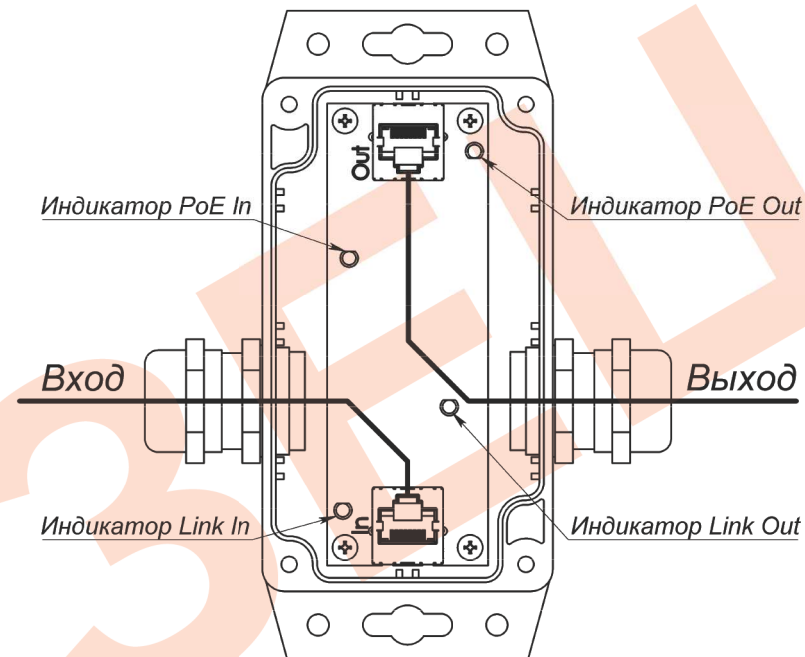

Рис.3 Удлинитель УЛИ-ЕП исп.1 (крышка не показана)
2. Подключите **«Входной»** и **«Выходной»** 4-х парные кабели UTP кат.5е или выше к разъемам RJ45 **«In»** и **«Out»** платы УЛИ-ЕП исп.1 через разъемы корпуса **«Вход»** и **«Выход»** в соответствии с рис.3.
- 3. Назначение индикаторов на плате УЛИ-ЕП исп.1 приведено на рис.3.